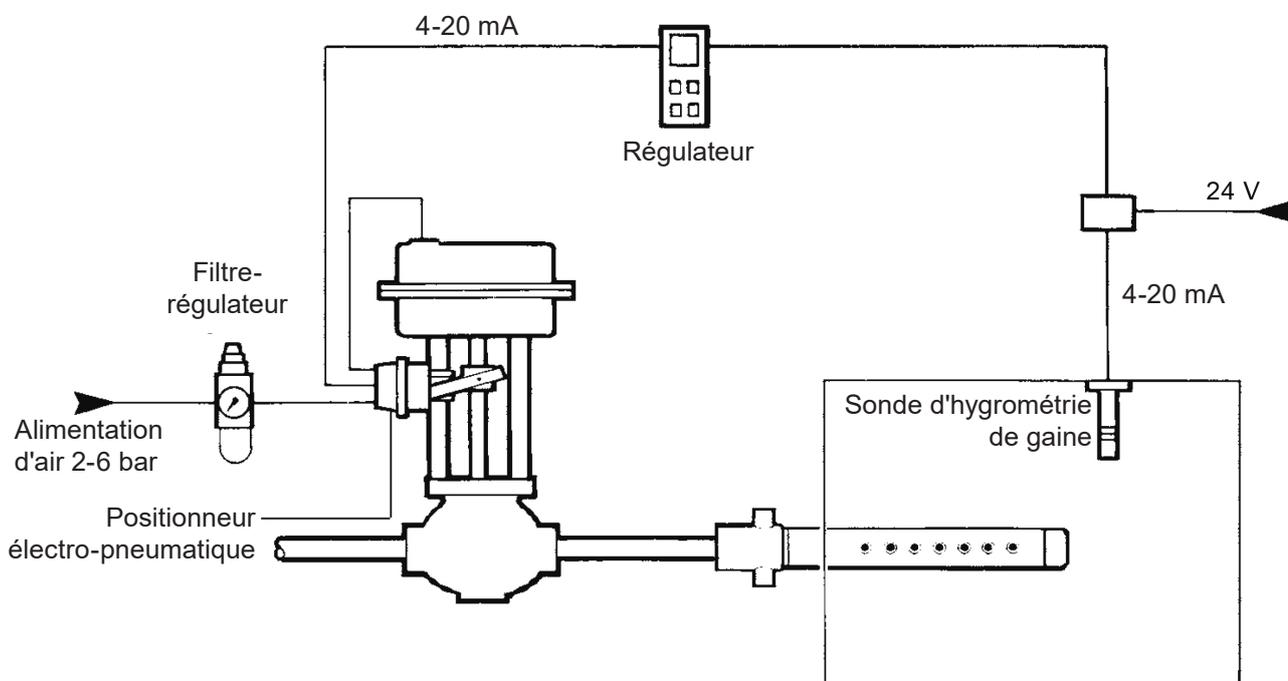

Fig. 20 - Schéma type d'une régulation pneumatique avec positionneur
3.10.4 La Figure 20 montre une installation avec un servomoteur pneumatique type et un positionneur.